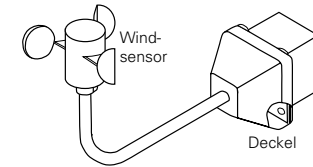

Fig. 6
- der Lichtsensor in der Nähe der Markise senkrecht und nicht im Schatten montiert wird (siehe Fig. 6)
**Montage/Fig. 6****D****4.3.3 Anschluss Windsensor**